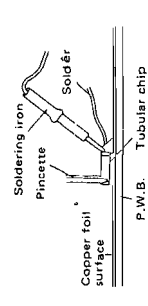

Figure 20-4
- Holding one end of the chip with a pincette, completely solder both terminals of it one after another. See Figure 20-4.
- When touching the chip with a pincette, hold its terminal but never its body. See Figure 20-4.
2. Während nun ein Ende des Bauelements mit der Pinzette festgehalten wird, die beiden Anschlüsse nun hintereinander vollständig festlöten. Siehe Abbildung 20-4.
2. Tout en tenant un des bouts de la pièce avec une pincette, souder complètement les deux bornes de celle-ci, l'une après l'autre. Voir la Figure 20-4.